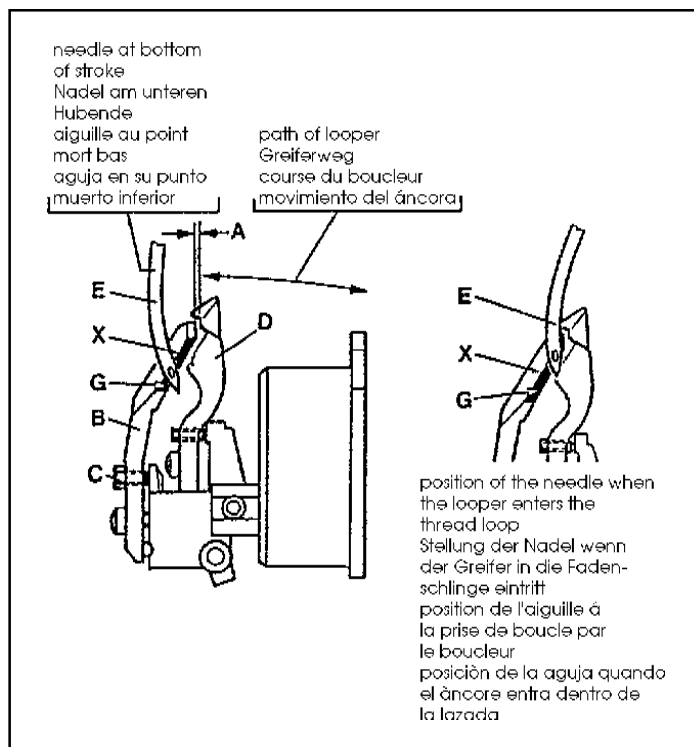

Fig. 6
Adjust the looper (D, Fig. 6) as described in paragraph "Setting the looper", see page 10.
NOTE: It is advisable to remove the rear needle guard (B, Fig. 6) for setting the looper.
Assemble the rear needle guard (B, Fig. 6). With set screw (C) adjust the distance (A) between looper (D) and rear needle guard (B) to 0.5 mm (.020 in.). From the bottom of its stroke up to the time when looper enters the needle thread loop, the needle (E) should be permanently within the guarding surface (G) of the rear needle guard (B).
Laterally (front to rear) set the rear needle guard (B, Fig. 6) with its guarding surface (G) close to the needle (E) even so that it barely contacts it, to avoid hitting of the needle by the looper point.
Edge (X, Fig. 6) on the guarding surface (G) of the rear needle guard (B) should not essentially disturb the needle thread. If disturbance of the needle thread occurs it can be eliminated by slightly changing the 0.5 mm (.020 in.) distance between looper and rear needle guard as well as by slightly changing the needle height.
Stellen Sie den Greifer (D, Fig. 6) wie im Abschnitt "Einstellung des Greifers" beschrieben ein, siehe Seite 10.
BEACHTEN SIE: Es ist ratsam, zum Einstellen des Greifers den hinteren Nadelanschlag (B, Fig. 6) zu entfernen.
Bauen Sie den hinteren Nadelanschlag (B, Fig. 6) ein. Stellen Sie mit dem Gewindestift (C) den Abstand (A) zwischen Greifer (D) und hinterem Nadelanschlag (B) auf 0,5 mm.
Seitlich (von vorne nach hinten) stellen Sie den hinteren Nadelanschlag (B, Fig. 6) mit seiner Schutzfläche (G) dicht an die Nadel (E), so dass er sie gerade berührt, um zu verhindern, dass die Nadel von der Greiferspitze getroffen wird.
Die Kante (X, Fig. 6) an der Schutzfläche (G) des hinteren Nadelanschlages (B) soll den Nadeladen nicht wesentlich stören. Tritt eine Störung des Nadeladens auf, kann diese durch leichtes Verändern des 0,5 mm Abstands zwischen Greifer und hinterem Nadelanschlag sowie durch leichtes Verändern der Nadelhöhe beseitigt werden.
Régler le boucleur (D, Fig. 6) comme indiqué au paragraphe "Réglage du boucleur" page 10.
Monter le protège aiguille arrière (B, Fig. 6). Avec la vis (C) régler à 0,5 mm la distance (A) entre le boucleur (D) et le protège aiguille arrière (B).
Régler latéralement (avant-arrière) le protège aiguille arrière (B, Fig. 6) avec la surface de protection (G) près de l'aiguille de même qu'elle frôle pour éviter tout contact avec la pointe du boucleur.
Le bord (X, Fig. 6) du protège aiguille ne doit surtout pas interférer avec le fil d'aiguille. Si cela se produit, il est possible d'y remédier en modifiant légèrement de 0,5 mm entre le boucleur et le protège aiguille et, éventuellement, en changeant la hauteur de l'aiguille.
Ajustar el áncora (D, Fig. 6) tal como se describe en el párrafo "Colocación del áncora", ver página 10.
Montar el salva agujas posterior (B, Fig. 6). Con el tornillo de fijación (C) ajustar la distancia (A) entre áncora (D) y salva agujas posterior (B) para que sea de 0,5 mm.
Ajuste lateral (de detrás hacia adelante) del salva agujas posterior (B, Fig. 6) en la zona (G), que deberá estar lo más cerca posible de la aguja (E), de forma de que apenas tome contacto con el salva agujas (E) para evitar el choque entre la punta del áncora y aguja.
El canto (X, Fig. 6) de la zona de contacto (G), del salva agujas posterior (B), debe situarse de manera que no desvie el hilo de la aguja. Si esto ocurre, puede eliminarse moviendo ligeramente la distancia de 0,5 mm que existe áncora y salva agujas posterior, o variando ligeramente la altura de la aguja.